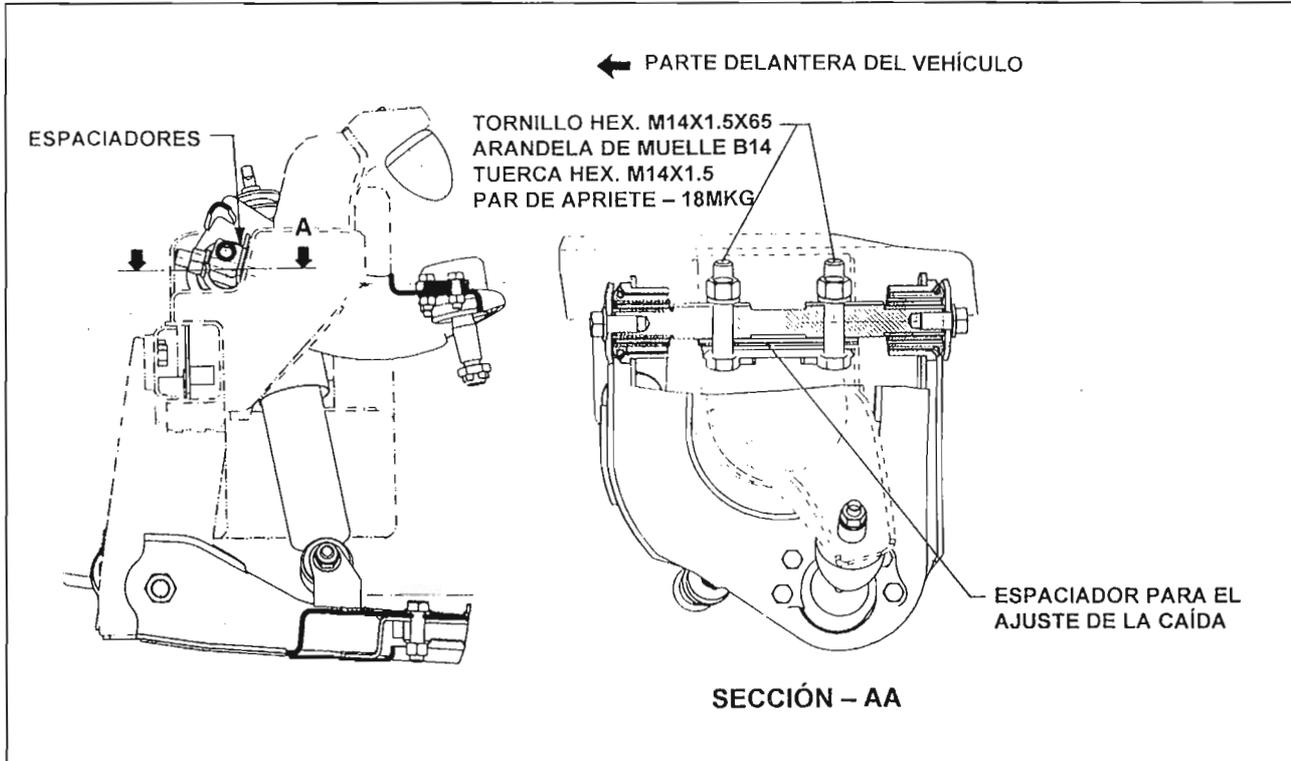

Fig.16 - Instalación de la horquilla superior en el vehículo
- Coloque el conjunto de la horquilla superior en el bastidor del chasis, introduzca los espaciadores que se retiraron anteriormente, apriete los dos tornillos que conectan el vástago de la horquilla superior al soporte en el bastidor (Fig.16).